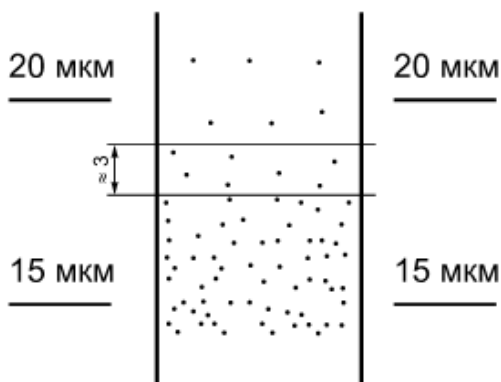

Рисунок 2.1 – Графическое изображение оценки результатов (частицы);
- Отметить точку, где впервые появились частицы. Определить степень перетира по верхней границе полосы шириной 3 мм в поперечном направлении к пазу, на которой видны от 5 до 10 частиц (рис. 2.1). Отдельные частицы, расположенные вне границы основного количества этих частиц, не учитываются.